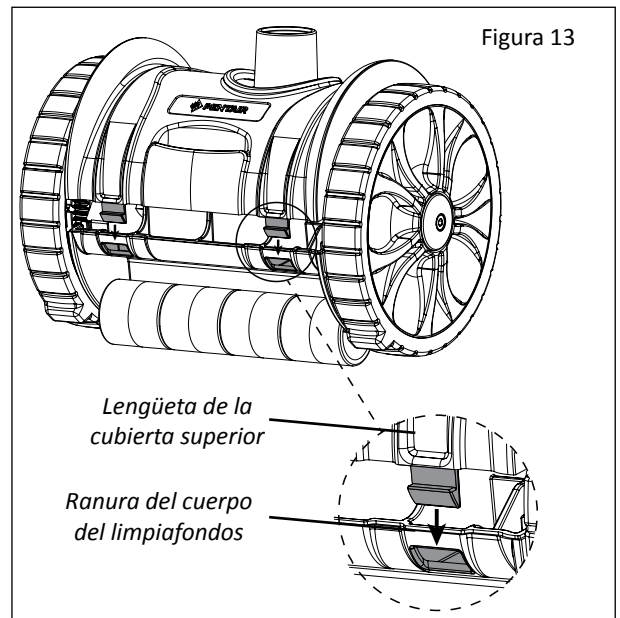

Figura 13
10. Coloque las lengüetas del lado posterior de la cubierta superior en las ranuras del lado posterior del cuerpo del limpiafondos (véase la **Figura 13**). Una vez que estas lengüetas encajen en las ranuras, la parte frontal de la cubierta encajará en su lugar.